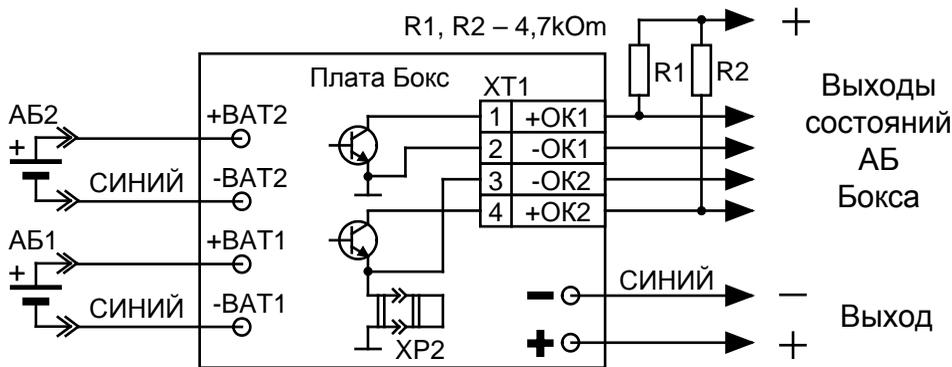

Рис.3
| – с помощью двух выходов «ОК» (типа «открытый коллектор») при подключении к другим источникам питания и контролем состояния АБ Бокса внешними устройствами (схема подключения Рис.3). Максимально допустимые напряжение и ток коммутации выходов «ОК» – 30 В, 100 мА. |                     |
2.2.5 Порядок подключения к другим источникам питания и внешним устройствам (схема рис.3).
1) Подключить провода кабеля, идущего от интерфейсного разъема ХТ1 Бокса, к соответствующему клеммам внешнего контролирующего устройства (КУ) согласно схеме приведенной на Рис.3. Резисторы R1, R2 могут быть в пределах 1...30 кОм и выбираются пользователем в зависимости от характеристик КУ, например, из состава ЗИП КУ.
2.3.2 При подключении Бокса по схеме на рис.3 Бокс производит тестирование батарей по внутреннему алгоритму в автономном режиме. Состояние выходов ОК1 и ОК2 соответствуют таблице 1.